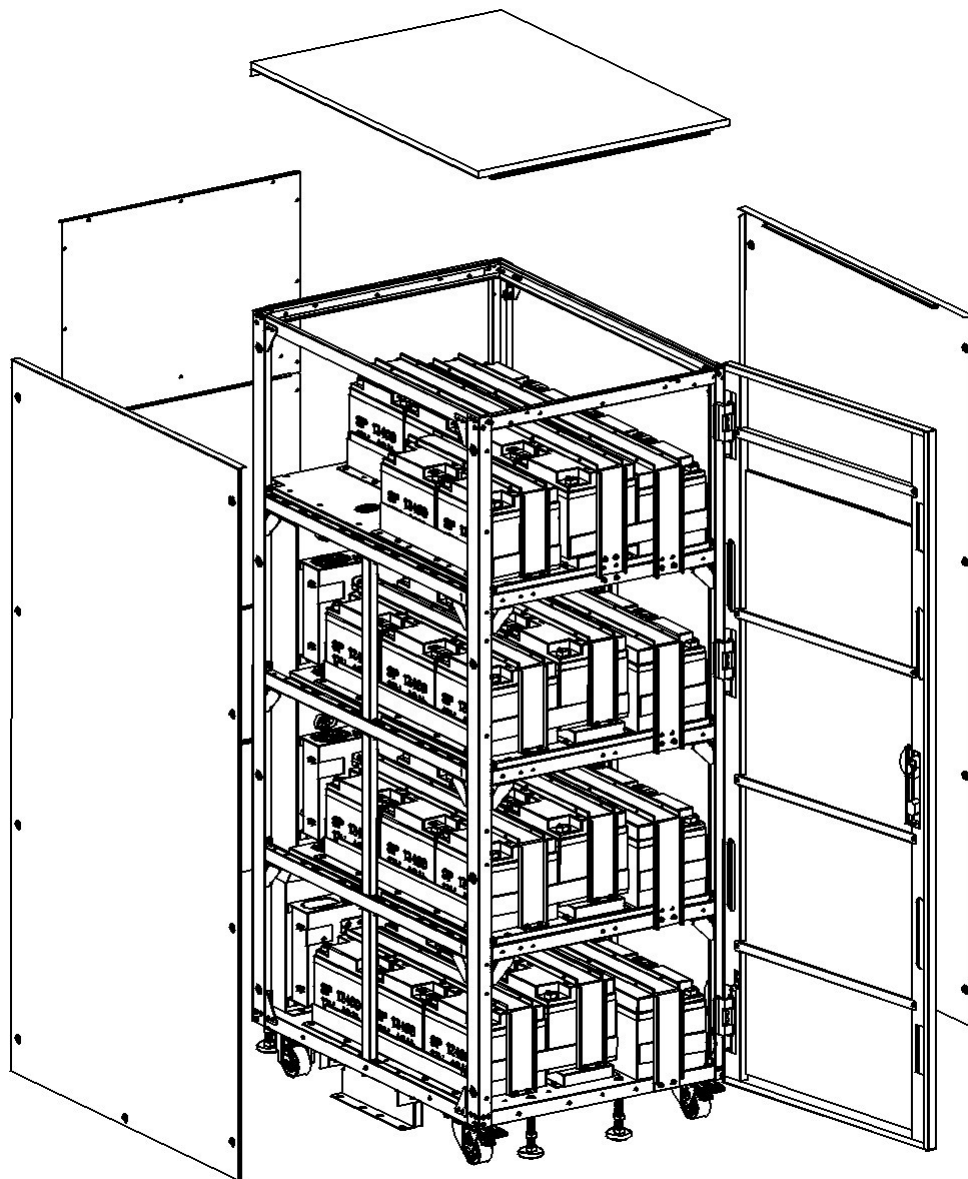

Figura 5-53
14. Reinstale las cubiertas y los tornillos (Figura 5-53).